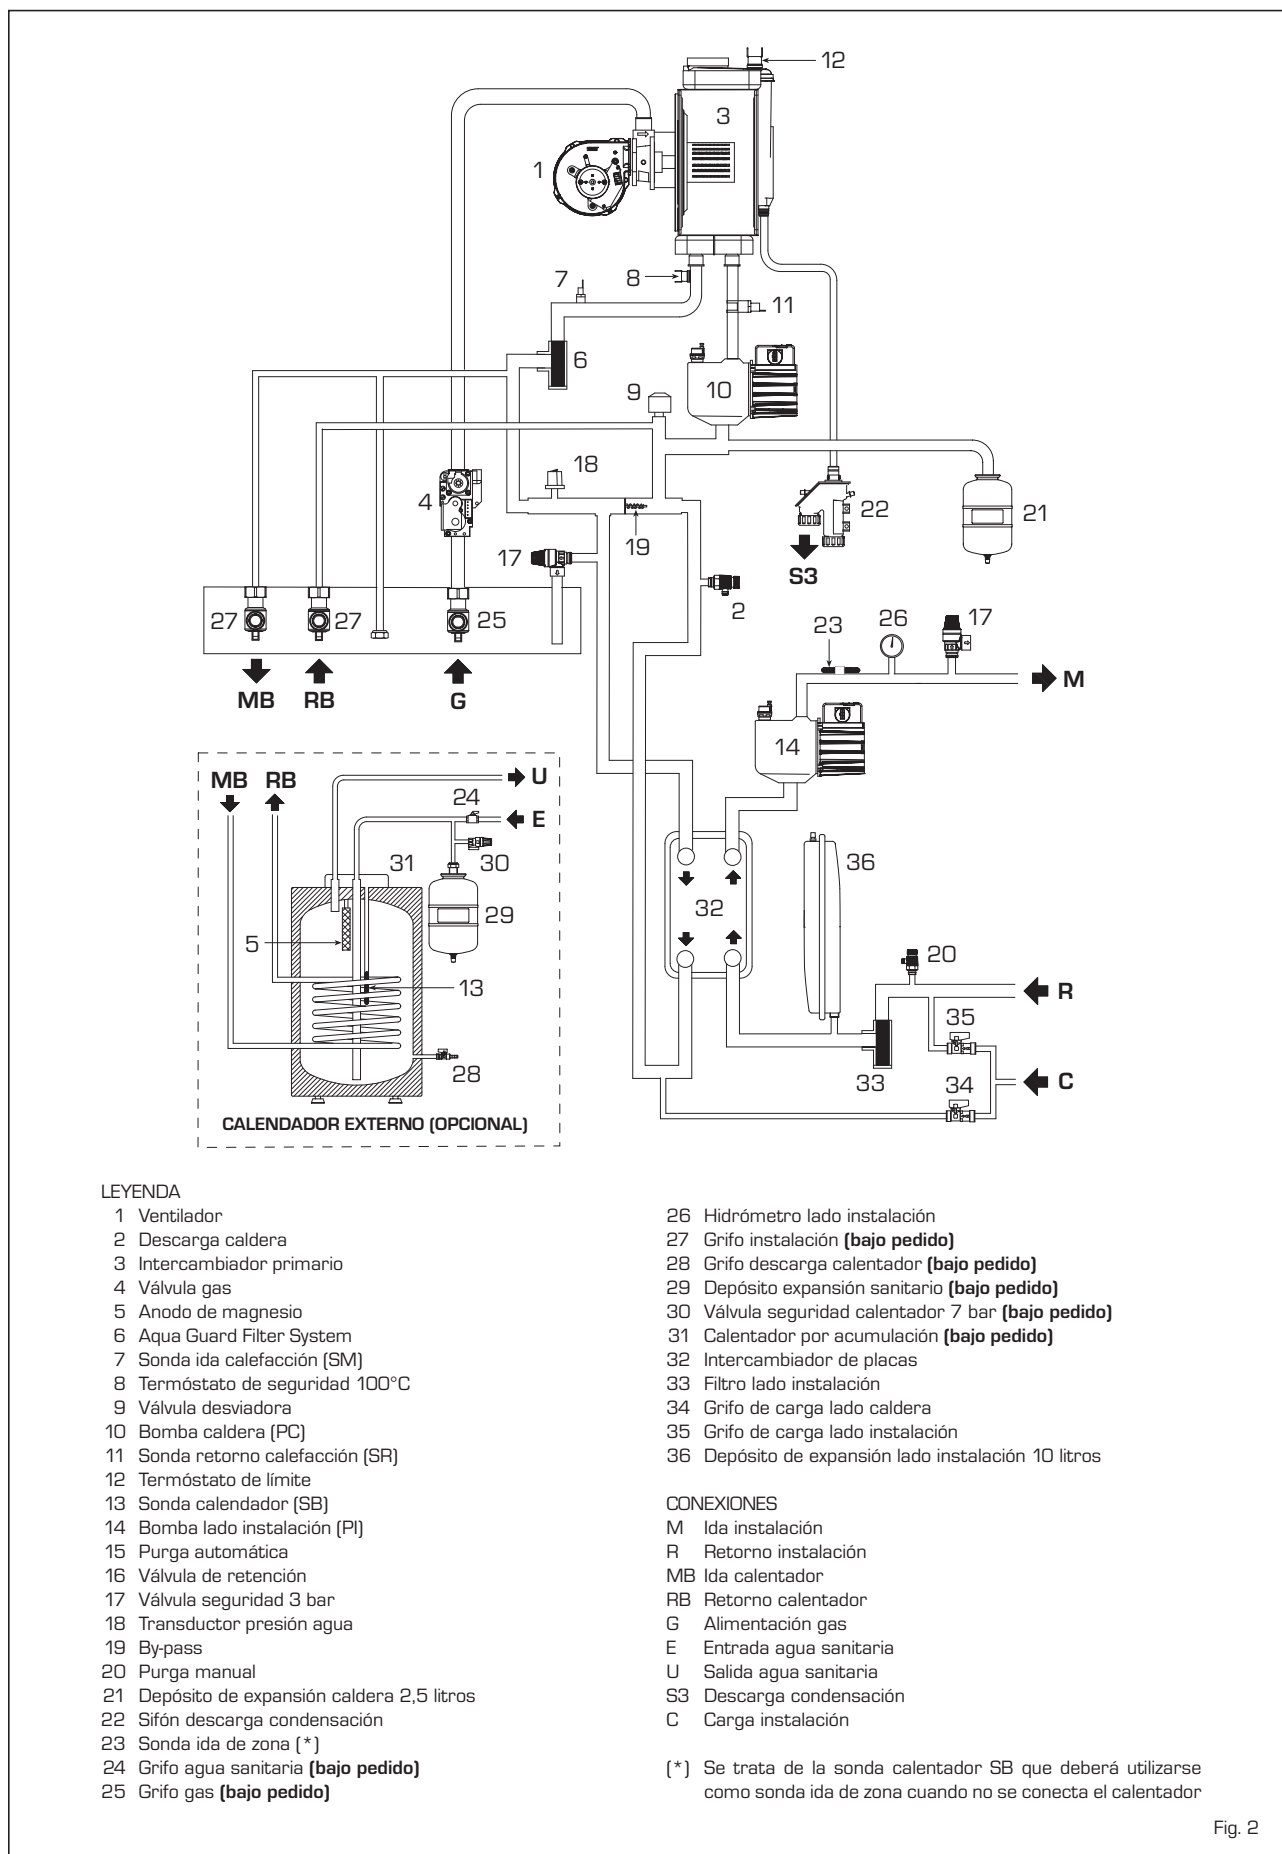

Fig. 2
1.4 ESQUEMA DE FUNCIONAMIENTO (fig. 2)